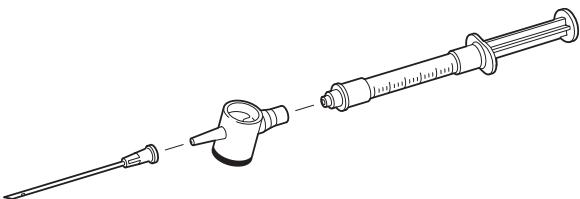

Figura 1
- 4. Retire a tampa da seringa pré-cheia e enrosque a seringa na haste de câmara restante. Tenha cuidado para não contaminar a via de fluido. Consulte a figura 1.